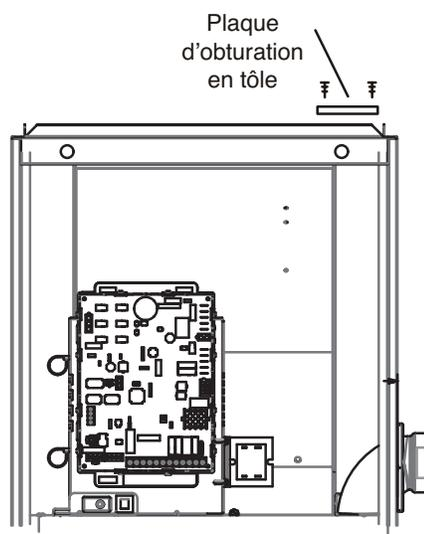

FIGURE 16
- 8 - Réutilisez la plaque de raccordement pour couvrir le trou dans le capuchon supérieur. Reportez-vous à FIGURE 16. Retirez les 2 vis qui fixent le capuchon supérieur sur l'appareil sur le côté droit et réinstallez-les en fixant le bord droit de la plaque de raccordement et le côté droit du capuchon supérieur sur l'appareil. Utilisez 2 vis à tôle auto-taraudeuses (fournies) pour terminer de fixer le bord gauche de la plaque de raccordement sur le côté gauche.